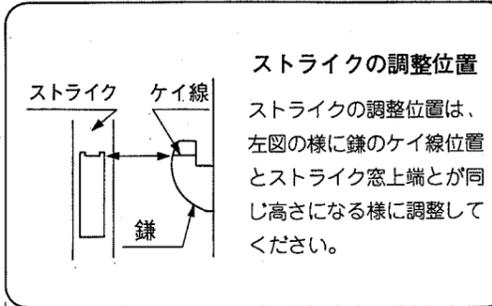

図2.1 ストライク
- 1) 図2.1の様に枠材はさみ込む様にストライクをはめ込んでください。